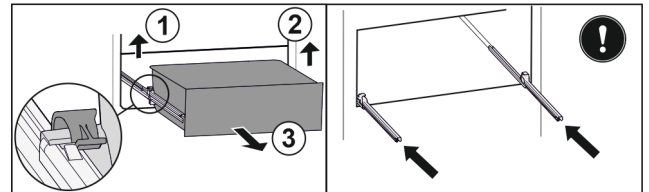

Fig. 129
- ▶ Linke Klemme anheben und gleichzeitig Schubfach links nach vorne ziehen. Fig. 129 (1)
- ▶ Rechte Klemme anheben und gleichzeitig Schubfach rechts nach vorne ziehen. Fig. 129 (2)
- ▶ Schubfach nach vorne entnehmen. Fig. 129 (3)